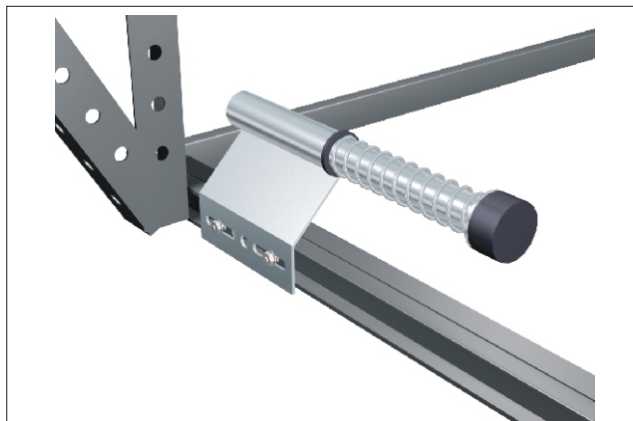

Рис. 13.1 Установка амортизатора
Установка амортизатора (14) производится следующим образом. Крепление осуществляется при помощи болтов с гайками, входящими в комплект амортизатора. Амортизатор укрепится к "с"-профилю, как показано на рис. 13.1 на обоих концах направляющих. При открытых воротах амортизатор должен быть в сжатом состоянии не менее 50% от длины его хода.